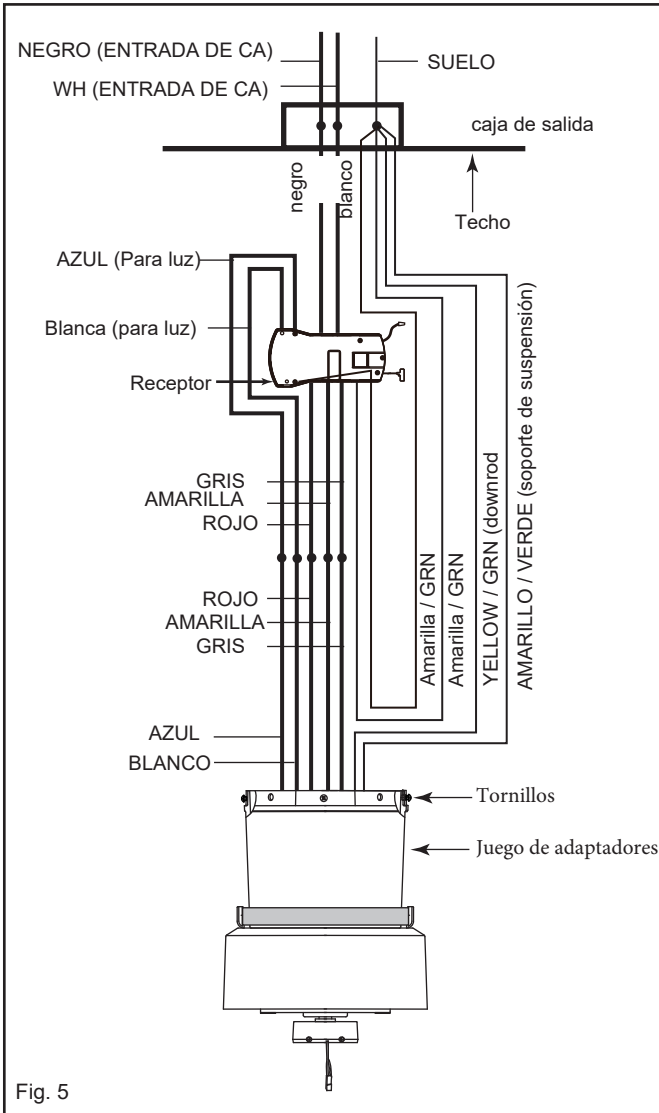

Fig. 5
Paso 2. Realice las conexiones de cables desde el ventilador hasta la unidad receptora. Para este paso utilice el haz de 5 cables del receptor. (Fig.5)